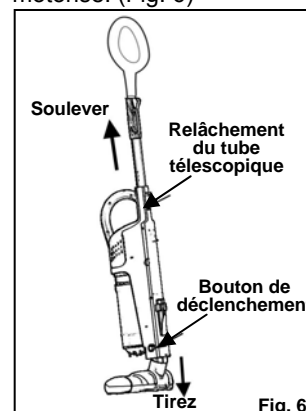

Fig. 6
1. Appuyez sur le bouton de déclenchement télescopique pour enlever le tube télescopique. (Fig. 6)
2. Appuyez sur le bouton de déclenchement de la brosse à placer et enlever la brosse à plancher motorisée. (Fig. 6)